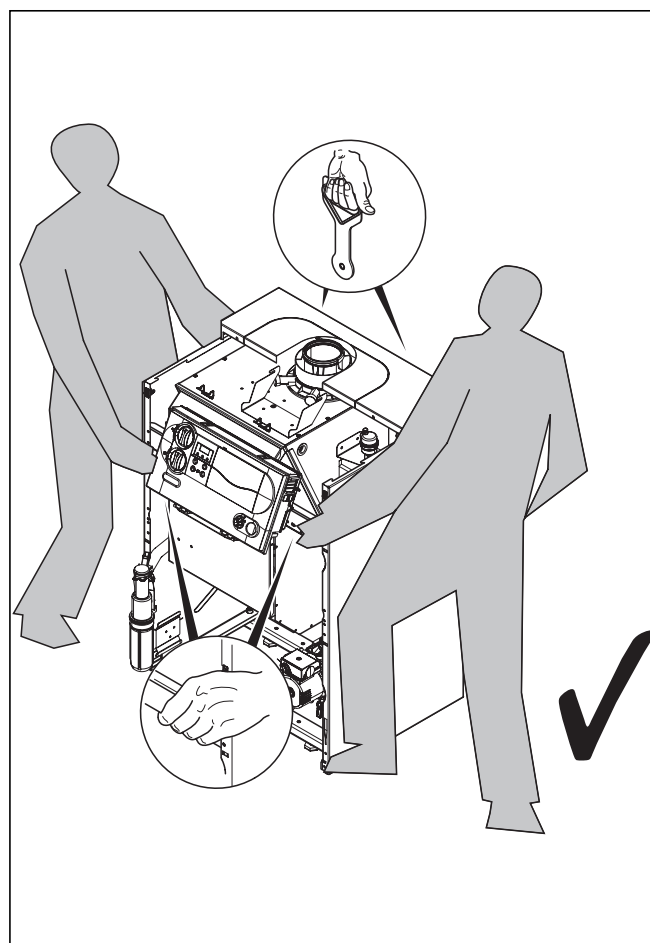

Fig. 4.2 Trasporto corretto
- Afferrare con una mano la sezione inferiore del sostegno e, con l'altra mano, afferrare il sostegno da dietro, tra le pareti laterali della sezione anteriore, e portare la caldaia nel punto richiesto (vedere fig. 4.2).
Trasportare l'apparecchio sempre esattamente come illustrato nella fig. 4.2. Altrimenti l'apparecchio potrebbe essere danneggiato.